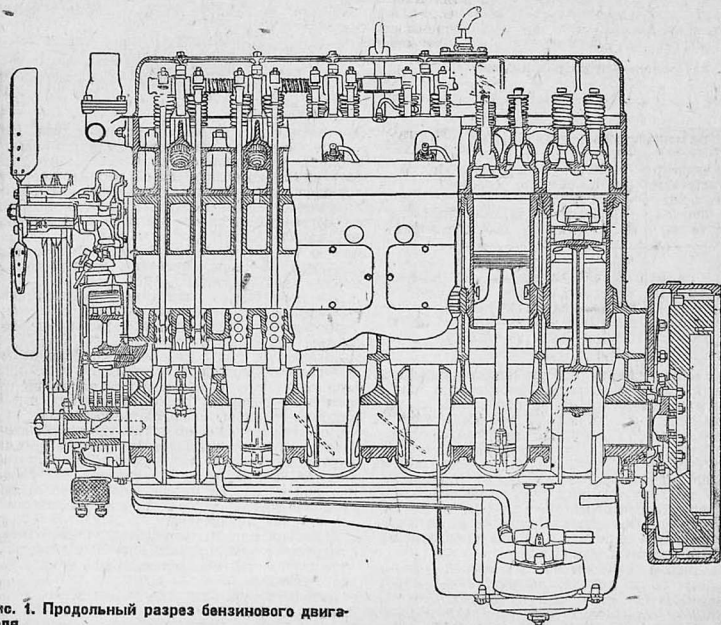
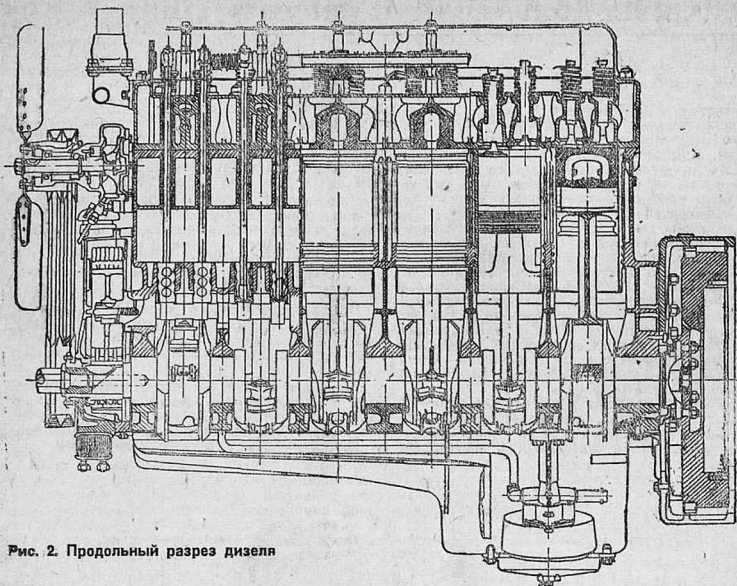

Рис. 1. Продольный разрез бензинового двигателя
Рис. 2. Продольный разрез дизеля
На рис. 1 изображен продольный разрез бензинового двигателя; на рис. 2 — разрез дизеля. Из сопоставления их видно, что эти двигатели отличаются друг от друга различными головками, поршнями, шатунами и бо-
На рис. 1 дана схема карбюратора ЗИС и, частично, подогревателя рабочей смеси, к которому привертывается карбюратор при установке его на двигателе.
Карбюратор (рис. 1) состоит из следующих частей: поплавковой камеры 1, поплавка 3, комплекта запорной иглы 4, фильтра 5, комплекта экономайзера 12, 19, 20, 21, диффузора 16, комплекта автоматической заслонки 7, 17, 18, корпуса смесительной камеры и патрубка 10, подводящего воздух в карбюратор, с воздушной заслонкой.
Автоматическая заслонка 7 связана с поршнем демпфера, находящимся в цилиндре и ввертываемым в корпус смесительной камеры (рис. 1). В цилиндре, между его дном и поршнем демпфера, находится пружина, которая стремится закрыть автоматическую заслонку. Цилиндр снаружи имеет резьбу. Отвертывая или ввертывая его, можно регулировать упругость пружины и, тем самым, изменить начало открытия автоматической заслонки. Открытие происходит вследствие разности давлений на заслонку с одной и с другой стороны. С увеличением открытия дросселя карбюратора возрастает расход воздуха
Рис. 1. Схема карбюратора легкового автомобиля ЗИС: 1—поплавковая камера; 3—поплавок; 4—запорная игла; 5—фильтр; 6—корпус смесительной камеры; 7—автоматическая заслонка; 8—подогреватель; 9—дроссельная заслонка;
2. Уровень топлива в поплавковой камере на $16 \pm 0,5$ мм ниже плоскости верхнего фланца камеры (рис. 1).